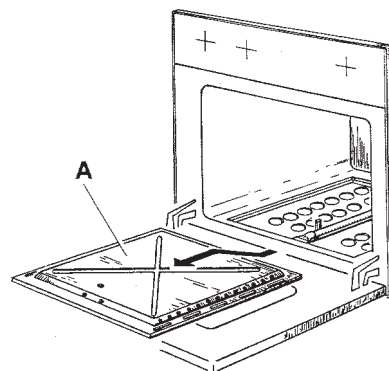

Fig. 10
- Estrarre la platea (fondo) del forno (A-fig.10);